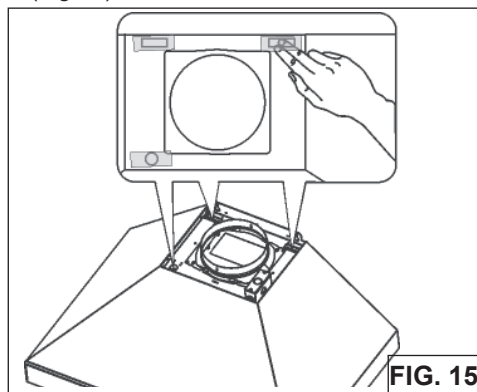

FIG. 15
5. Collez toutes les ouvertures sur la surface supérieure de la hotte (Fig.15).
- Collez toutes les ouvertures sur la surface supérieure de la hotte (Fig.15).